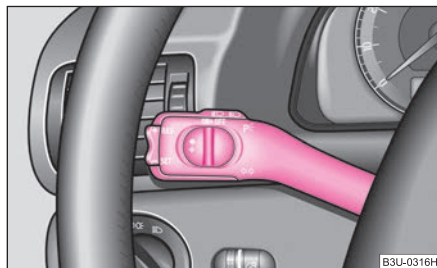

Abb. 39 Der Blinklicht- und Fernlichthebel
- Drücken Sie den Fernlichthebel zum Einschalten des Fernlichts nach vorn ⇒ Seite 50, Abb. 39.
- Drücken Sie den Hebel nach oben bzw. nach unten ⇒ Abb. 39.